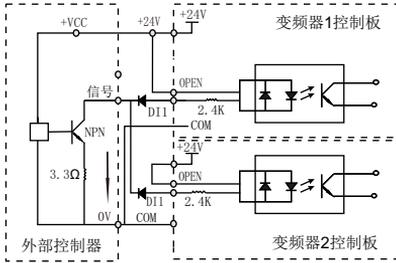

图 3-22 多台变频器DI端子并接漏型接线方式
- ◆ 此种接线方式下，不同的变频器的DI端子不能并接使用，否则可能引起DI的误动作；若需DI端子并接（不同变频器之间），则需在DI端子处串接二极管（阳极接DI）使用，二极管需满足： $I_F > 10\text{mA}$ 、 $U_F < 1\text{V}$ ，如图3-22。